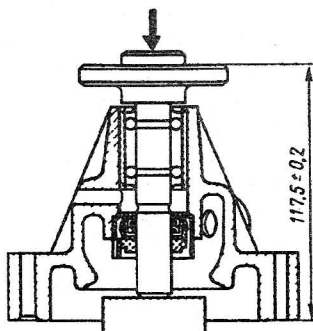

Рис. 65. Напрессовка ступицы шкива водяного насоса на вал
- напрессовать на валик подшипника ступицу шкива насоса, выдержав размер  $117,5 \pm 0,2$  мм (рис. 65);